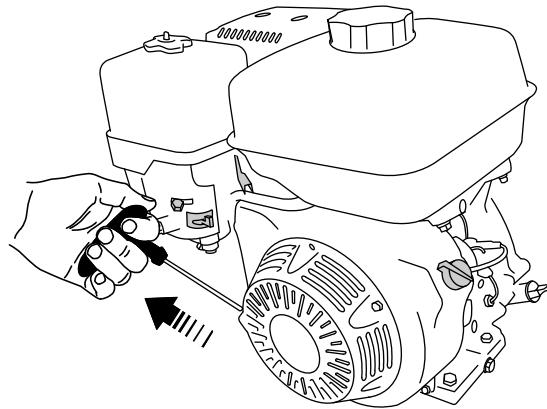

Figure 30
6. Tirez légèrement sur la poignée du lanceur jusqu'à ce que vous sentiez une résistance, puis tirez vigoureusement. Relâchez lentement la poignée du lanceur (Figure 30).